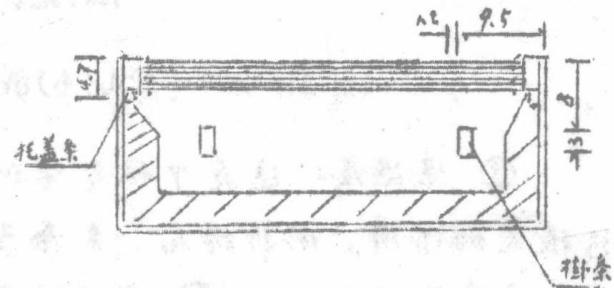

图1. 挂条位置
① 箱体：箱体是用木质较轻不易变形的木板制作，箱的外固尺寸约为长1000毫米，宽685毫米，高275（或285）毫米。箱侧板厚20毫米，底板厚15毫米，四角开榫粘接，底部可用钉固定。箱内加两根挂条，挂条位置见图1，长1000毫米，宽30毫米，厚12毫米。